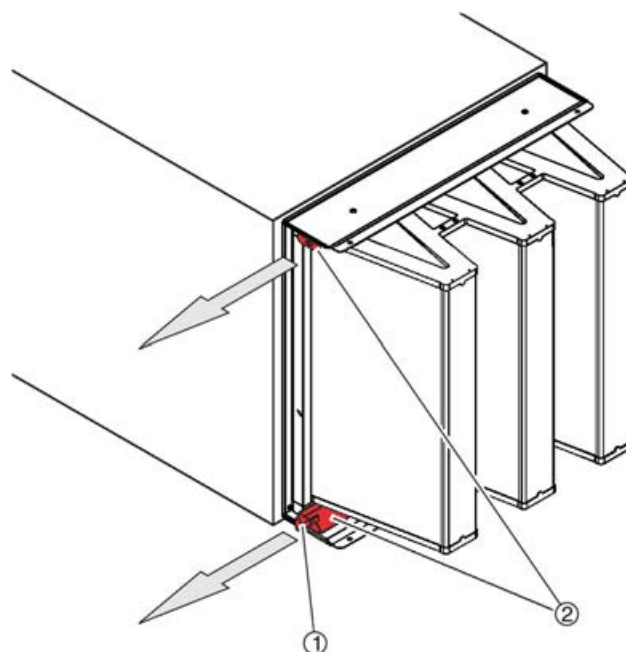

Fig. 54: Liberación de los carriles de sujeción
4. ▶ Utilice la llave especial (Fig. 54 /1) para sacar los rieles de sujeción (Fig. 54 /2) hasta el tope.